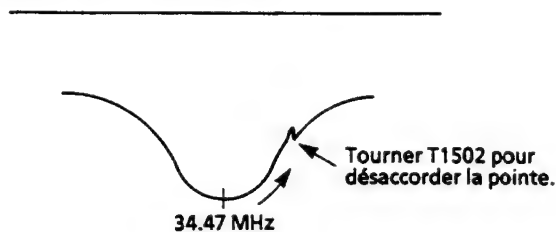

Figure 2-18.
1. Alimenter le signal de générateur de balayage entre les broches (8) et (7) de IC1501.
2. Connecter le fil de réponse entre la broche (31) de IC1501 et la mise à la terre.
3. Appliquer une tension AGC externe d'environ 5V à la broche (4) de IC1501.
6. Tourner T1504 de sorte que la crête de forme d'onde soit à 34,47 MHz. (Figure 2-18.)